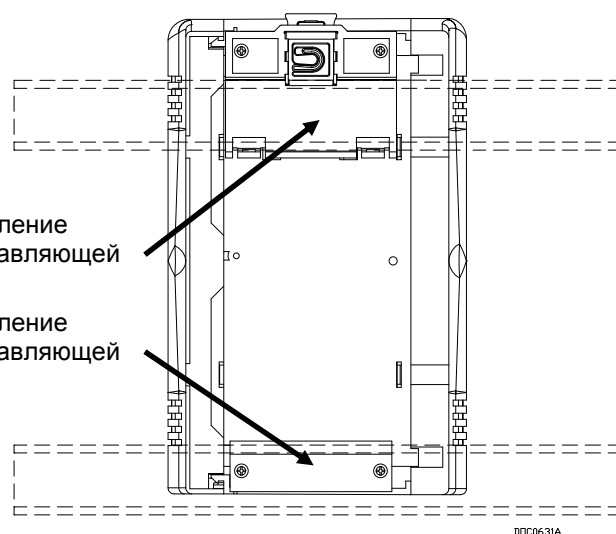

Рис. 4. Задняя часть устройства FFI
3. Корпус устройства FFI устанавливается на две направляющих 35 x 7,5 мм DIN. См. Рис. 4.